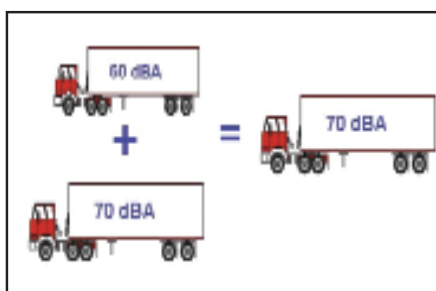

Figure 4 : Effet de masque du volume de trafic.
- Lorsque deux sources sonores émettent simultanément, le niveau sonore résultant est égal au niveau sonore de la source la plus puissante si celle-ci dépasse l'autre de plus 10 dBA. Il s'agit de l'effet de masque (Figure 4);